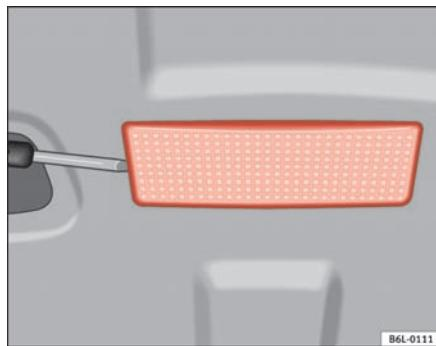

Fig. 157 Luz del maletero
- Introduzca un destornillador por su parte plana, en la hendidura del lado izquierdo. ⇒ fig. 157